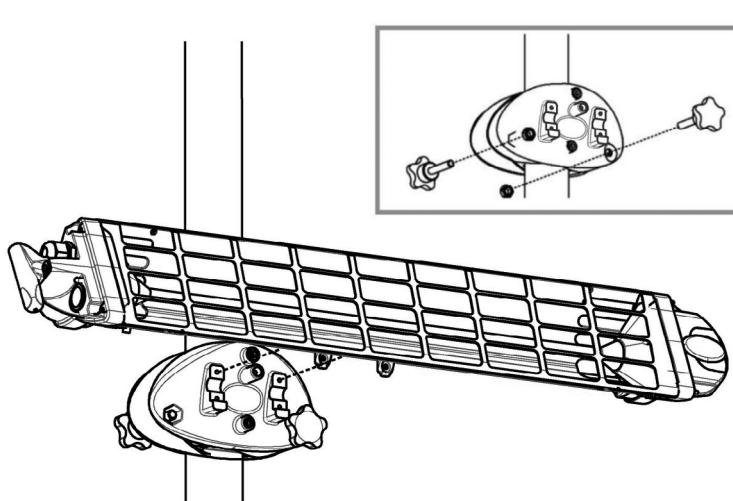

Fig. 4
- Mocowanie do słupka (4165.785). Urządzenie może zostać zamocowane do słupka o średnicy zawierającej się pomiędzy 20 a 60 mm. Do jego zamocowania użyć dołączonego do zestawu wspornika oraz uchwytów w kształcie litery U (rys. 4). Wspornik przeznaczony jest do zamontowania jednego urządzenia lub dwóch przeciwnieległych.